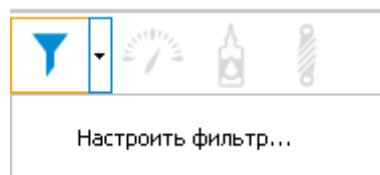
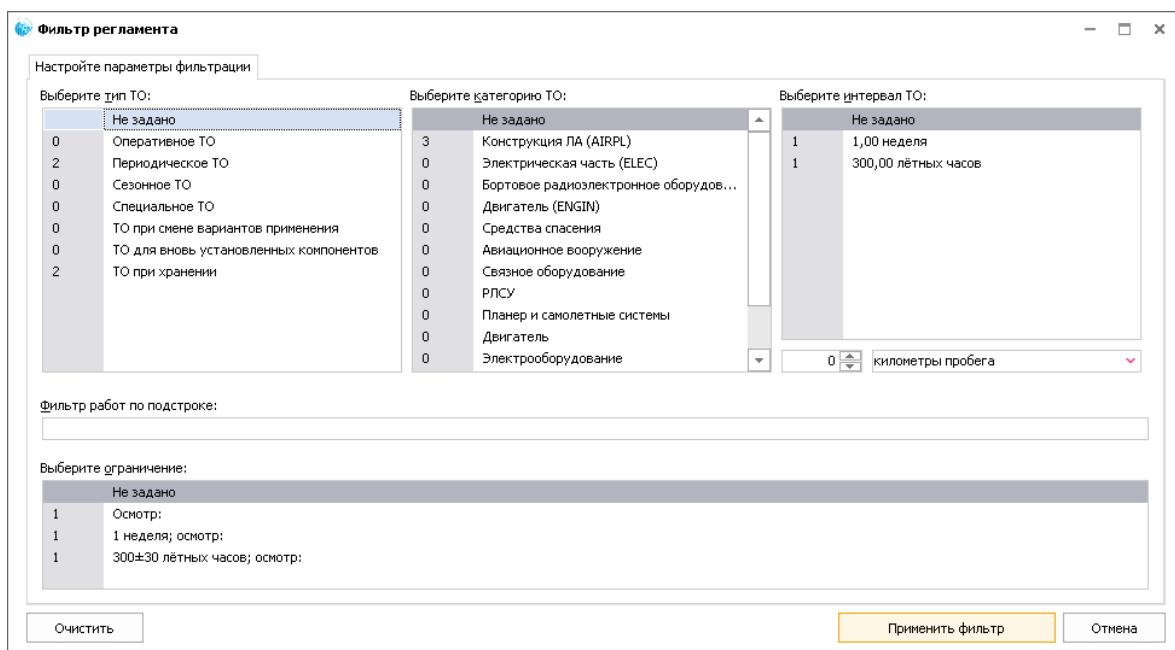

Рис. 128
Рис. 129
- Нажмите на кнопку справа от кнопки **Включить фильтрацию** и выберите команду **Настроить фильтр** (Рис. 128). После этого откроется окно **Фильтр регламента** (Рис. 129).